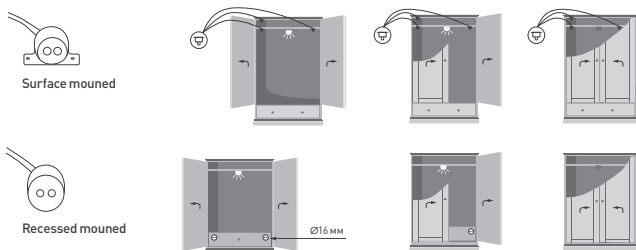

Рисунок 2. Установка ИК-датчика DOOR/HAND
- Датчик DOOR должен быть смонтирован т. о., чтобы дверь в закрытом положении находилась на расстоянии до 10 см от лицевой стороны датчика [рис. 2]. Свет будет включаться, когда любой из 3 датчиков будет открыт и выключаться при закрывании всех 3 датчиков. Для лучшего отражения ИК-сигнала от черных поверхностей наклейте на дверь небольшой отражающий элемент.